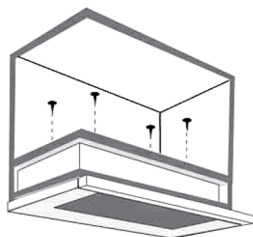

Рис. 3
- В соответствии с прилагаемым к устройству шаблоном, просверлить внутри шкафа монтажные отверстия, как показано на рис. 3.